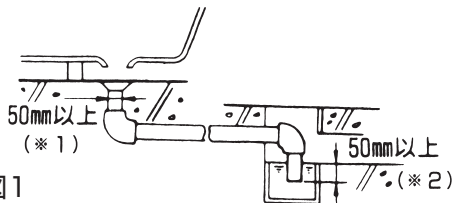

図1
(図1 ※1参照)
- 排水配管の途中には下水ガスが浴室内に逆流しないよう必ず「**トラップ(封水深50mm以上)**」を設けてください。(図1 ※2参照)